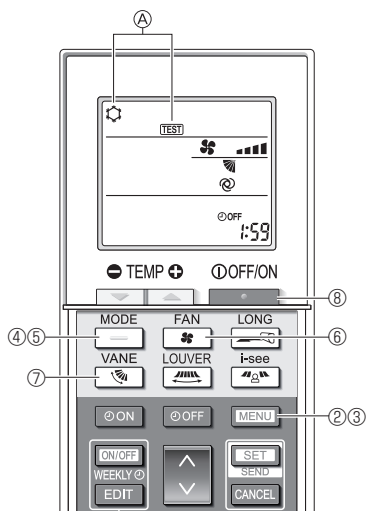

Fig. 7-9
- ① Active la unidad al menos 12 horas antes de realizar una prueba de funcionamiento.
- ② Pulse el botón **MENU** durante 5 segundos. (Fig. 7-9)
- ③ Pulse el botón **MENU**.
En pantalla se visualiza ④ [TEST] (PRUEBA) y el modo actual de funcionamiento. (Fig. 7-9)
- ④ Pulse el botón **MODE** para activar el modo de refrigeración, y compruebe si sale aire frío de la unidad.
- ⑤ Pulse el botón **FAN** para activar el modo de calefacción, y compruebe si sale aire caliente de la unidad.
- ⑥ Pulse el botón **VANE** y compruebe si cambia la velocidad del ventilador.
- ⑦ Pulse el botón **LOUVER** y compruebe que el sistema automático de desviación del aire funciona correctamente.
- ⑧ Pulse el botón **LONG** para detener la prueba de funcionamiento.